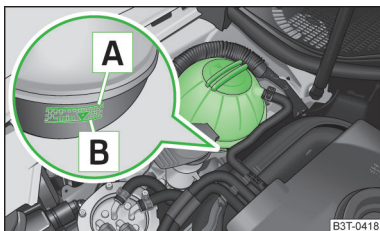

Fig. 131
Pentru completare, vă recomandăm să utilizați numai antigetul a cărui denumire o găsiți pe vasul de expansiune al lichidului de răcire » fig. 131 la pagina 164.
- Nu adăugați lichid de răcire deasupra marcajului  » fig. 131 la pagina 164.
- > Verificați nivelul lichidului de răcire la vasul de expansiune al lichidului » fig. 131. Când motorul este rece, nivelul lichidului de răcire trebuie să se afle între marcasele **B** (min.) și **A** (max). Când motorul este cald, nivelul lichidului de răcire poate fi și puțin peste marcajul **A** (max).
- > Aplicați o lavetă pe capacul vasului de expansiune a lichidului de răcire » fig. 131 la pagina 164 și deșurubați **cu grijă** capacul.
Nu adăugați lichid de răcire peste marcajul **A** (max.) » fig. 131 la pagina 164! La încălzire, surplusul de lichid de răcire este împins din sistemul de răcire prin supapa de suprapresiune din capacul vasului de expansiune.